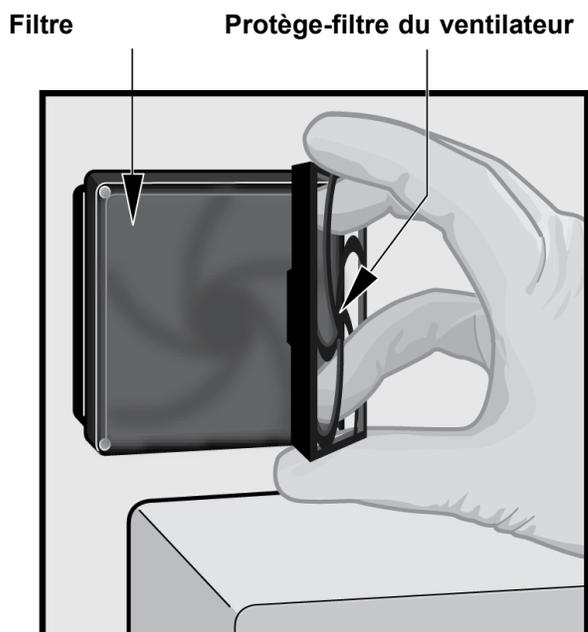

Figure 9-22. Retrait du protège-filtre du ventilateur et du filtre
4. Retirez délicatement le filtre et le protège-filtre du boîtier en dépliant le protège-filtre du ventilateur. Voir la Figure 9-22 et placez-le de côté pour le restant de la procédure de retrait et de nettoyage des filtres.